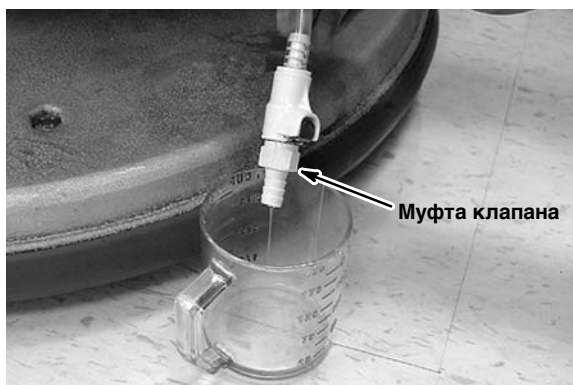

РИС. 67
2. Подсоедините муфту клапана (купленную деталь) к шлангу питания и слейте оставшийся концентрат в маленький контейнер (Рисунок 67). Несколько раз нажмите на шланг питания, если концентрат не течет.